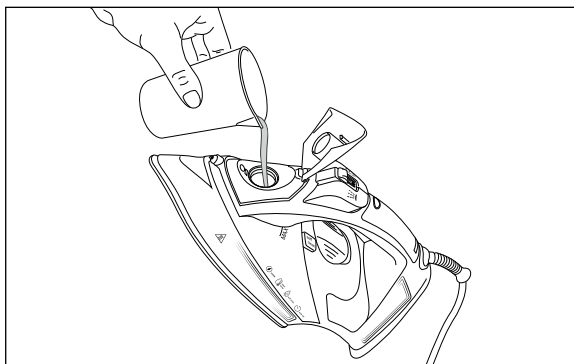

Abb. 4
- 3) Füllen Sie den Messbecher **15** mit Leitungswasser oder destilliertem Wasser. Befüllen Sie mit dem Messbecher **15** den Wassertank **16** (siehe Abb. 4).